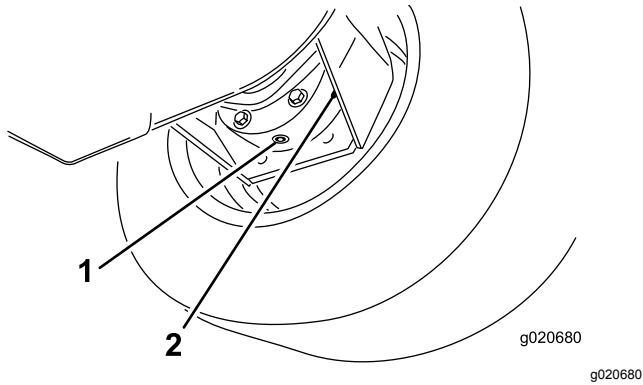

Figura 83
- Coloque un recipiente debajo del alojamiento del freno, retire el tapón y deje que se drene el aceite (Figura 83).